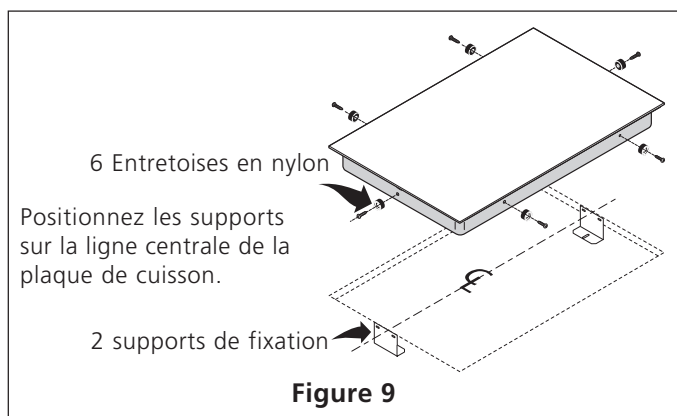

Figure 9
**AVERTISSEMENT** N'enlevez pas les entretoises en nylon sur les rebords de la plaque de cuisson. Ces entretoises centrent la plaque de cuisson dans l'espace fourni à cet effet. La plaque de cuisson doit être centrée pour empêcher l'accumulation d'excès de chaleur pouvant entraîner des dommages par la chaleur ou le feu (voir Figure 9).